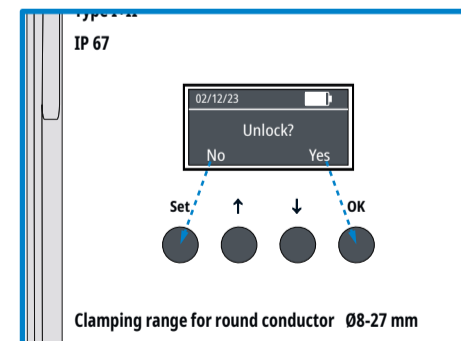

Fig. 8 Menu - Unlock?
1.3 Entsperren des Gerätes durch Eingabe der PIN - **Unlock?** (Fig.8):